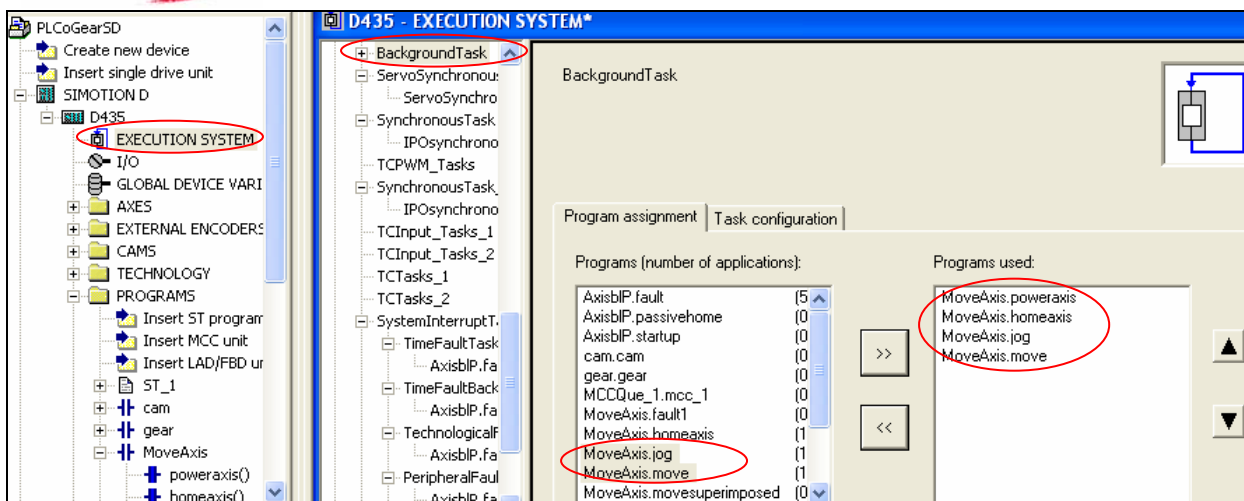

图. 40
(8) 将程序分配到程序执行系统中，本例将“PowerAxis”、“HomeAxis”、“Jog”、“Move”程序分配至背景任务中(图 40)。